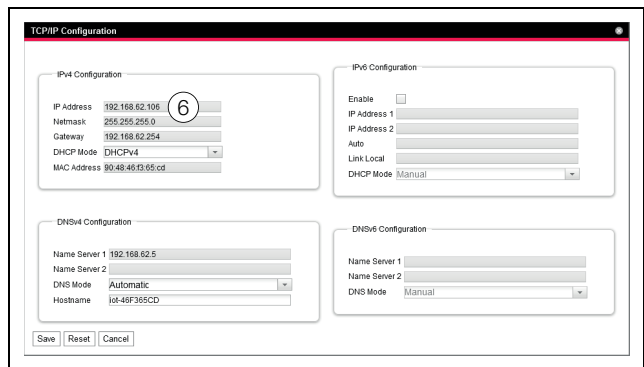

Fig. 12 : adaptation des réglages TCP/IP
- À l'écran **TCP/IP Configuration**, dans le cadre **IPv4 Configuration**, modifier l'adresse IP de l'appareil à une adresse autorisée sur le réseau (fig. 12, pos. 6).